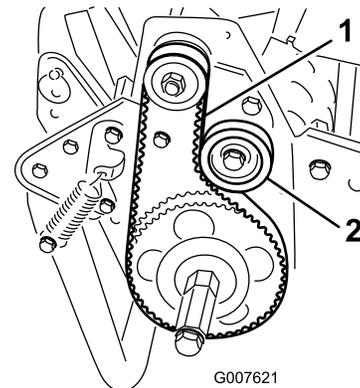

図 37
2. プーリ間の中央部で 図 37、1822N (1.82.3kg) 程度の力でベルトを指で押して張りを点検する。
- A. アイドラ・プリー固定ナットをゆるめ、プリーをベルトの背に押しつけて、適当な張りを出す 図 37。